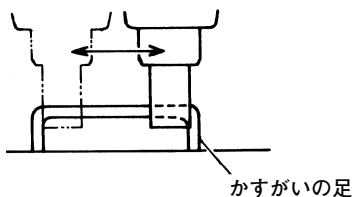

図 12
- かすがいがある程度打込まれ安定したら釘から指をはなし、左右に本機を移動しながらかすがいの両方の足を打込みます。(図 12)